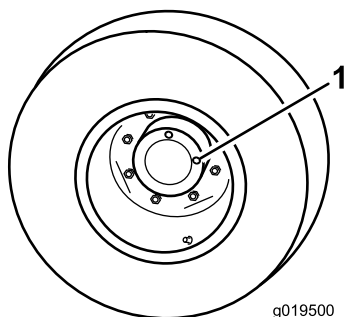

図 42
1. 水平な床面で、点検プラグ 図 42 の 1 つが時計の 12 時を指し、もうひとつが 3 時を指すようにマシンを駐車する。
2. 3 時の位置にあるプラグを外す 図 42。オイルが点検穴の下ふちまであれば適正である。